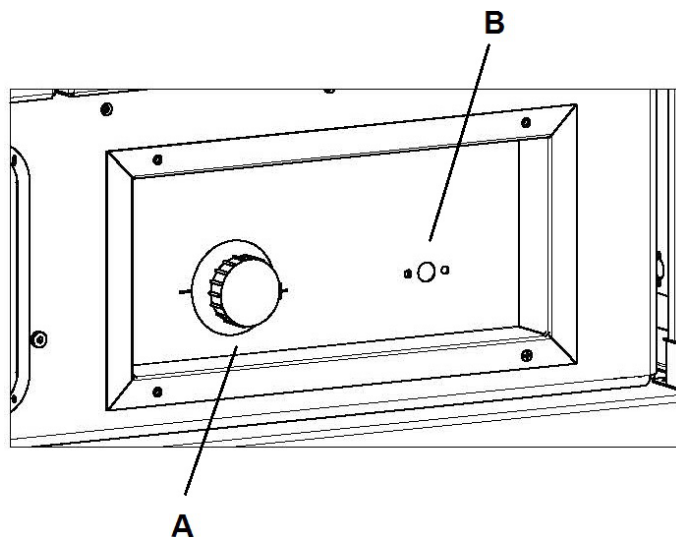
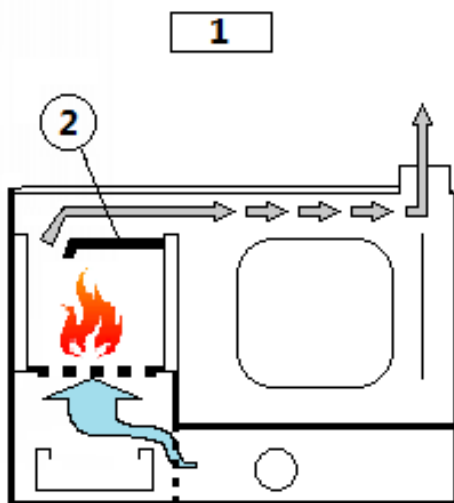
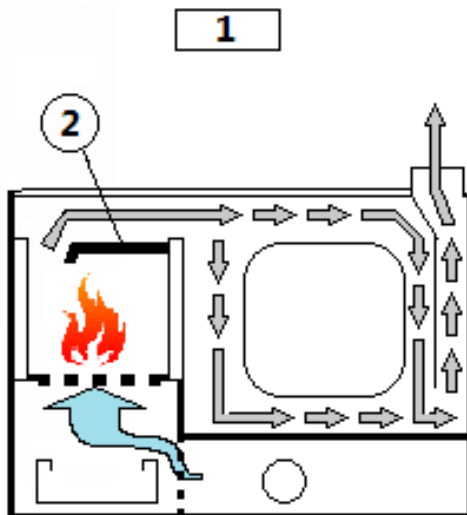

Fig. 27 - Comando principal
Fig. 30 - Acendimento
Fig. 31 - Aquecimento-cozedura
LEGENDA Fig. 30 pág. 29
LEGENDA Fig. 31 pág. 30
- coloca-se em comunicação direta a fornalha com a chaminé para facilitar a saída de fumos. Abrir as reduções e a tampa e posicionar o defletor interno na posição descrita (POS.A-B ver Fig. 30 pág. 29 e Fig. 31 pág. 30). Regular ao máximo o regulador termostático (ver Fig. 27 pág. 28).
- Verificar se o defletor interno está na posição como descrito (ver **Fig. 31 pág. 30**). Nesta posição, a deslocação dos fumos é prolongada, favorecendo a permuta térmica para o aquecimento e para a cozedura na placa.
- Agir no regulador termostático (ver **Fig. 27 pág. 28**) que age no obturador para a emissão na fornalha do ar de combustão, aumentando e diminuindo a velocidade de combustão. O regulador termostático agirá automaticamente em base à temperatura da água de aquecimento para evitar desperdício de combustível e para limitar as ebulições.